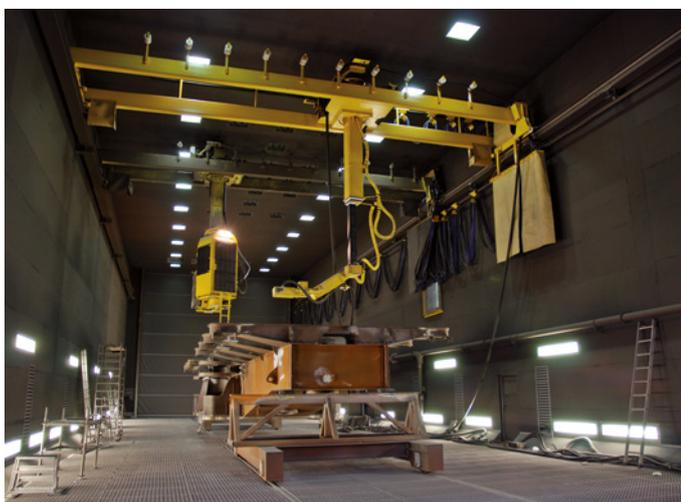

Abb. 2: 8-achsiger Strahlroboter von Blastman Robotics für Großbauteile
Das Eintauchen der Werkstücke kann mittels automatischer Gestellanlage (Abb. 2), in einer Trommelanlage, mittels Kran oder auch von Hand erfolgen. Die Werkstücke werden dabei auf die sogenannten Warenträger (Gestelle) gesteckt oder befinden sich bei der Anwendung von Trommelverfahren lose in einer Kunststofftrommel (z. B. Trommelzinkanlagen).
**Abb. 2: Automatische Gestellanlage mit Lüftungskabine am Transportwagen, bei der die Gestelle mit den Werkstücken mittels Transportwagen automatisch den jeweiligen Bädern zugeführt werden**